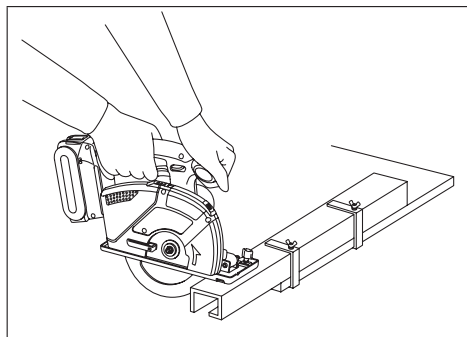
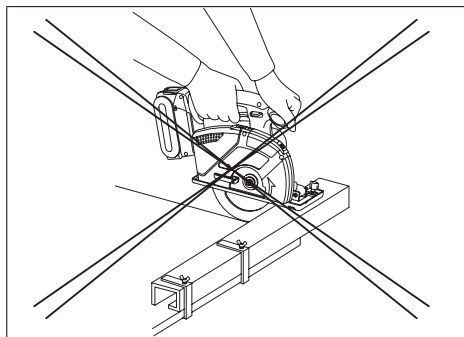

Fig. 17
Fig. 18
1. Coloque la parte más ancha de la zapata en la parte de la pieza de trabajo que está soportada sólidamente (consulte la Fig. 17), nunca en la sección que caiga cuando se haga el corte (consulte la Fig. 18).